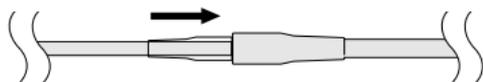

Figure 9. Mise en place du manchon de décharge de traction transparent sur la broche du connecteur.
8. Glisser le manchon de décharge de traction transparent du cathéter mis en place vers la broche du connecteur jusqu'à ce qu'il s'enclenche (Figure 9).